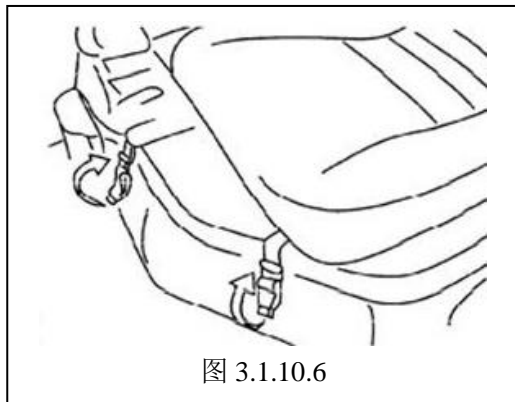

图 3.1.10.6
- 2) 将座椅前端的两个挂钩解锁；（见图 3.1.10.6）